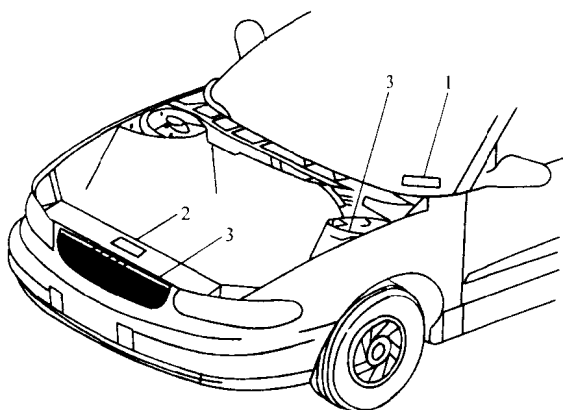
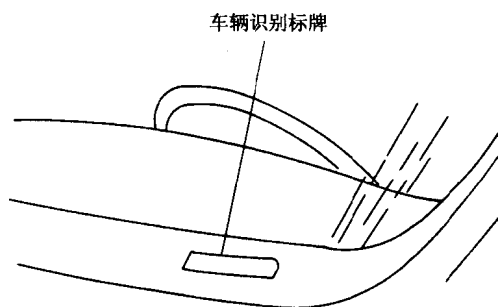
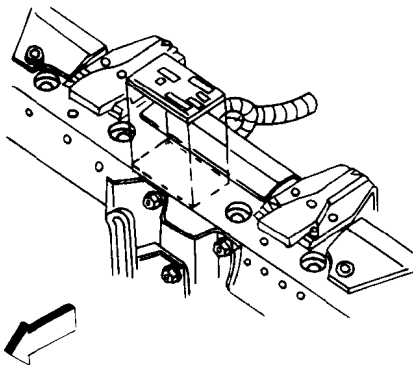
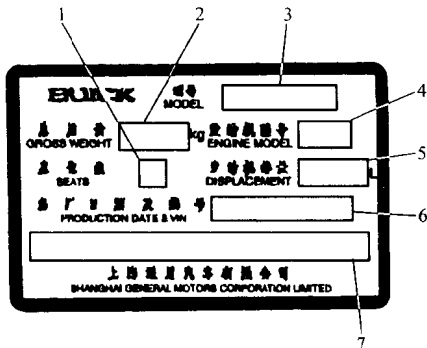

图 1-1 别克汽车车辆识别号及标牌位置
图 1-2 驾驶室一角
图 1-3 散热器支架
图 1-4 车辆识别标牌 (VIN) 板
上海别克轿车的标识见图 1-1、图 1-2、图 1-3、图 1-4 所示。
(1) 车辆识别标牌 (VIN) 及标牌位置
①车辆识别标牌 (VIN) 位于驾驶室与仪表板结合部位左侧, 可以从车外透过挡风玻璃看到, 见图 1-1。车辆识别标牌上的第八个字符是发动机代码, 可以帮助识别发动机技术特性。车辆识别标牌 (VIN) 系统见表 1-2 所示。
②车辆上带有两个车辆识别号 (VIN) 板, 第二个车辆识别号标牌位于散热器支架上方, 如图 1-3 所示。
③用于拓印的车辆识别号钢印位于车身上左侧悬架支柱壳体上部。